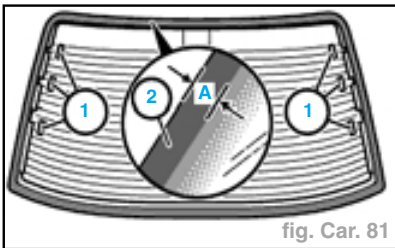

fig. Car. 81
- Enlever les restes de colle sur la lunette arrière à l'aide d'un scalpel (1) pour sollicitation importante à env. **0,5 mm**.
- Fixer le câble (1) (chauffage/antenne de lunette arrière) avec du ruban adhésif (fig. Car. 81)
- Traiter avec des produits agréés par BMW la lunette arrière dans la zone (A) :
- Cote (A) depuis le joint.
- (A) =  $15 \begin{smallmatrix} 0 \\ -2 \end{smallmatrix}$  mm (en haut/sur le côté)
- (A) =  $20 \begin{smallmatrix} 0 \\ -2 \end{smallmatrix}$  mm (en bas)